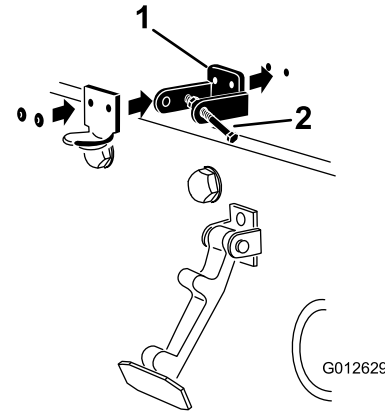

Figure 8
3. Alignez les trous de montage et positionnez le support de loquet CE et le support de loquet du capot sur le capot. Le support de loquet doit être appuyé contre le capot (Figure 8). Ne retirez pas le boulon et l'écrou du bras de support de loquet.
5. Rivez les supports et les rondelles sur le capot (Figure 8).